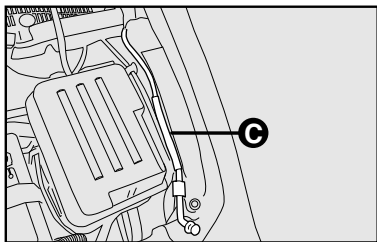

fig. 97
- 3) levantar o capô segurando-o pela parte central e, simultaneamente, soltar a vareta de suporte do seu dispositivo de bloqueio **C**-fig. 97;